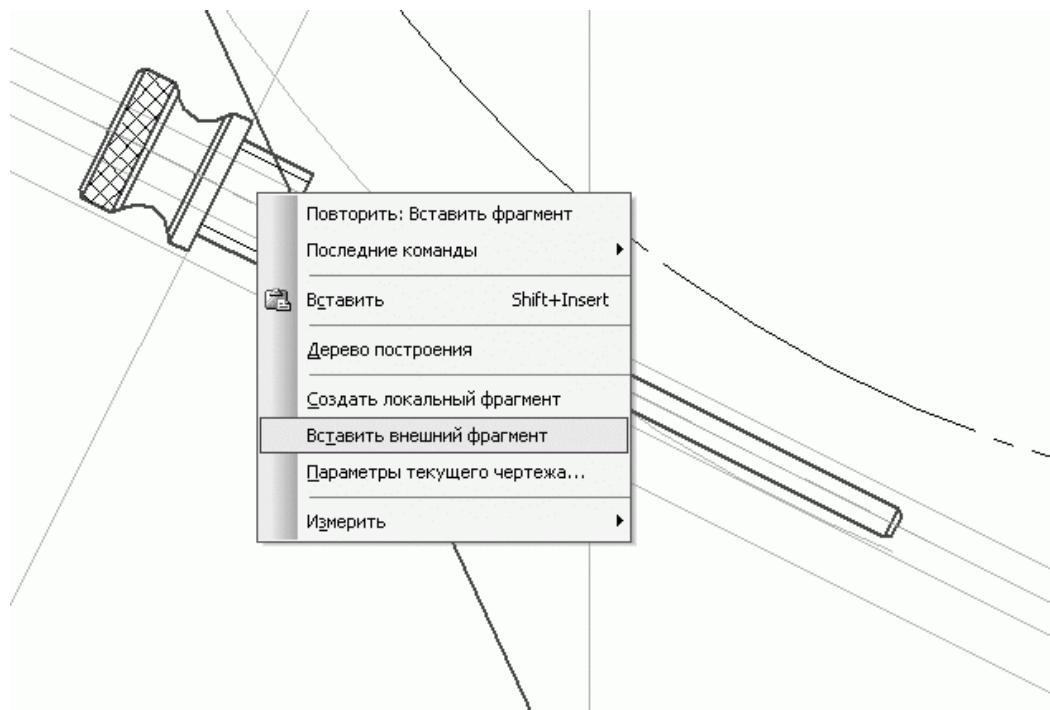

Рис. 2.117. Вставленное изображение маслоуказательного жезла
3. Теперь нужно создать изображение маслоуказательного жезла. Если вы имеете точные размеры этой детали (они приводятся в специальной литературе), можете выполнить ее на чертеже самостоятельно. На самом деле щуп, как и крышка смотрового отверстия, не является очень важной деталью в редукторе, поэтому его зачастую выполняют произвольно (в реальных условиях на производстве его иногда вообще заменяют куском проволоки или каким-либо другим подобным предметом). Поэтому я избавлю вас от необходимости тратить время на рисование этого элемента. Вы можете просто вставить маслоуказательный жезл из готового фрагмента в файле Щуп.frw (находится на прилагаемом к книге компакт-диске в папке Examples\Глава 2\Редуктор цилиндрический), для чего следует выполнить команду контекстного меню Вставить внешний фрагмент. Появится окно выбора файла фрагмента. Указав файл, определите точку вставки (фиксации изображения). После завершения выполнения команды отредактируйте угол поворота вставленного фрагмента относительно других объектов чертежа (поворачивание осуществляется при помощи характерных точек). Размеры ниши для размещения жезла принимаются конструктивно (желательно, чтобы жезл на 2/3 погружался в масло, залитое в корпус редуктора). Вставленное изображение жезла и вспомогательная геометрия для построения ниши показаны на рис. 2.117. Вспомогательные линии нужно создавать уже после вставки и поворота изображения жезла.